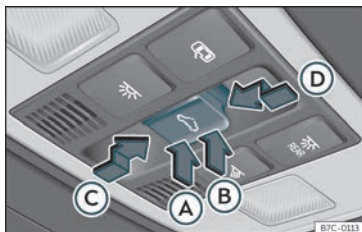

Fig. 84 No revestimento interior do teto: botão do teto de vidro.
O botão  Fig. 84 tem dois níveis. No primeiro nível pode colocar-se o teto na posição defletora, abrir ou fechar total ou parcialmente.
- *Teto de vidro:* Antes que decorram aproximadamente 5 segundos desde a ativação da função antientalamento, pressione o botão   **Fig. 84** até ao segundo nível no sentido da seta  **Fig. 84**  até que o teto se feche completamente.